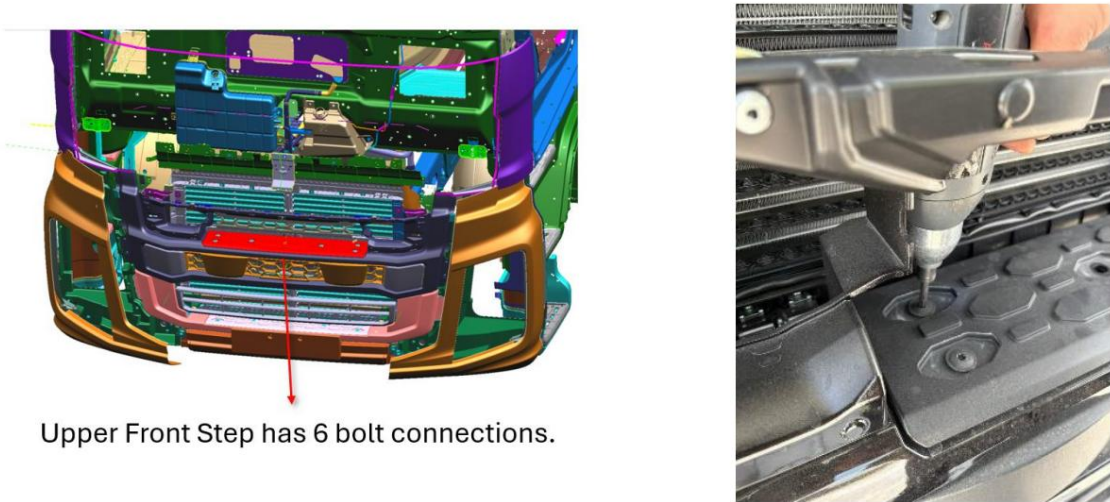

Figure 25 : Assemblage du marchepied avant
30. Installez le marchepied et la grille sur le véhicule. Installez le marchepied supérieur JC46-17B975-A\* situé devant l'AGS. Il est équipé de six boulons de fixation W717275-S30. Le couple de serrage du boulon W717275-S307 doit être de  $10,50 \pm 1,50$  Nm. (Figure 25)